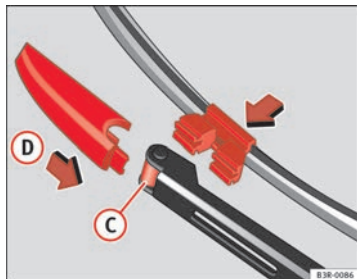

Fig. 182 Montaggio della spazzola
- Applicare la nuova spazzola al braccio del tergicristallo ⇒ fig. 182 (C).
- Spingere il blocco della spazzola in direzione (D) finché non scatta.